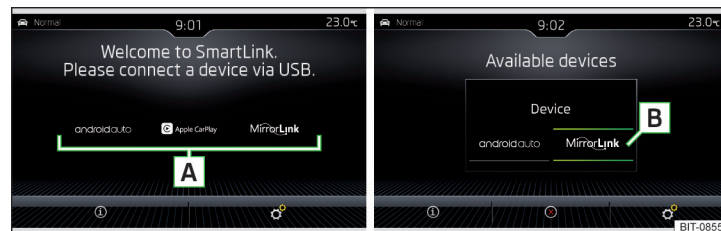

Fig. 158 Menú principal: ninguna conexión / ejemplo de una conexión activa
### Superficies de función » fig. 158
- En el menú principal SmartLink seleccionar el tipo del sistema de comunicación **A** » fig. 158, dado el caso el equipo **B** » fig. 158 externo conectado.